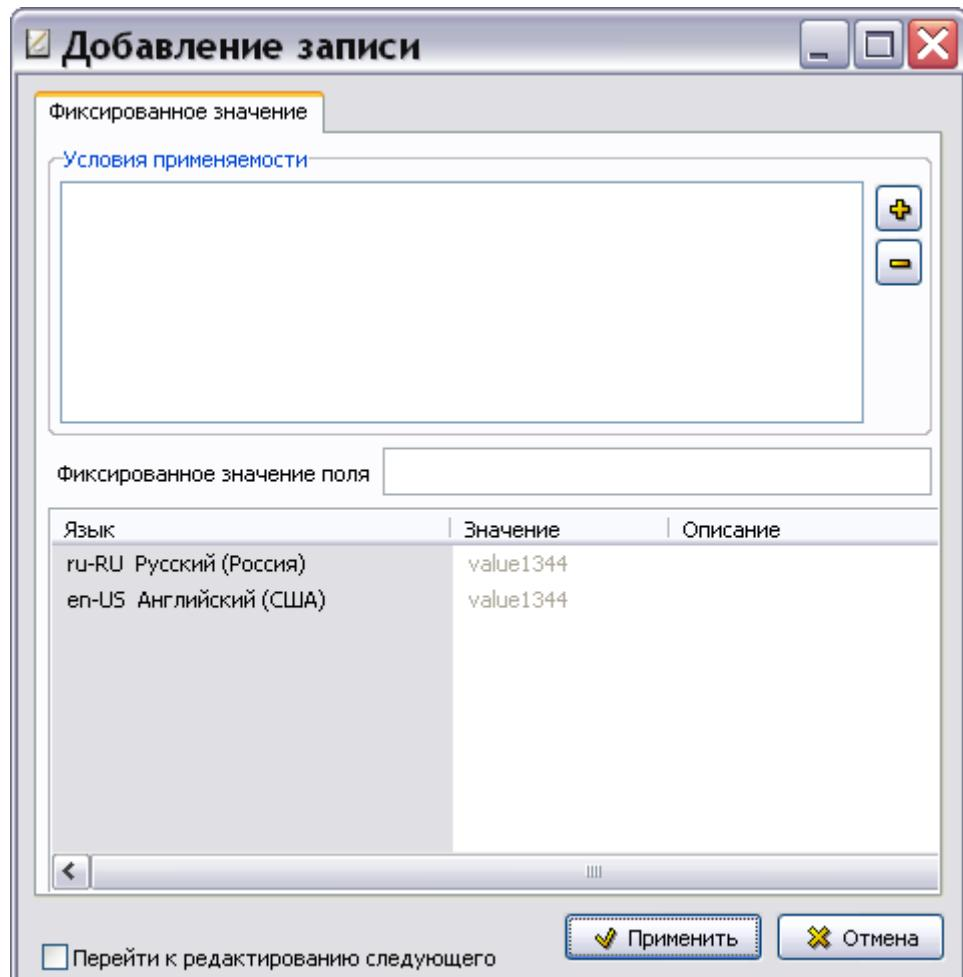

Рис. 2.19
3. В нижнем правом окне нажмите на кнопку  **Добавить**. После этого появится диалоговое окно **Добавление записи** для фиксированного значения (Рис. 2.19).